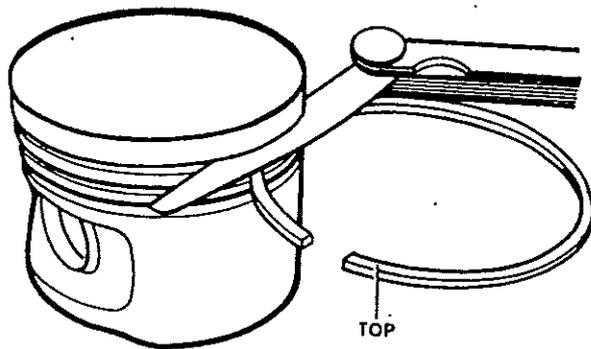
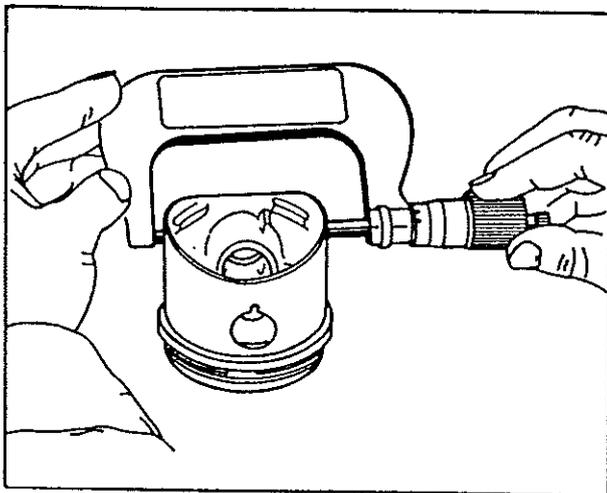

Bild 21: Höhenspiel der Kolben-
Bild 23: Kolbenmaße über-
- Höhenspiel überprüfen (siehe Bild 21)
- (2) Kolbenbolzen
(3) Sicherungerring
(4) Kolben
- überprüfen (siehe Bild 23)